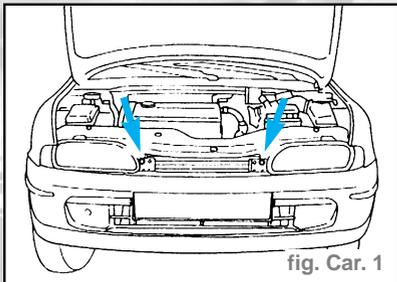

fig. Car. 1
- Soulever le capot moteur, ensuite dévisser les vis de fixation supérieures du pare-chocs au revêtement de traverse AV (fig. Car. 1).